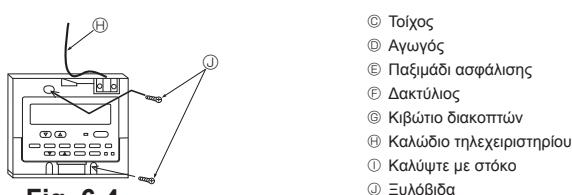

Fig. 6-4
(3) Για απευθείας εγκατάσταση σε τοίχο (Fig. 6-4)